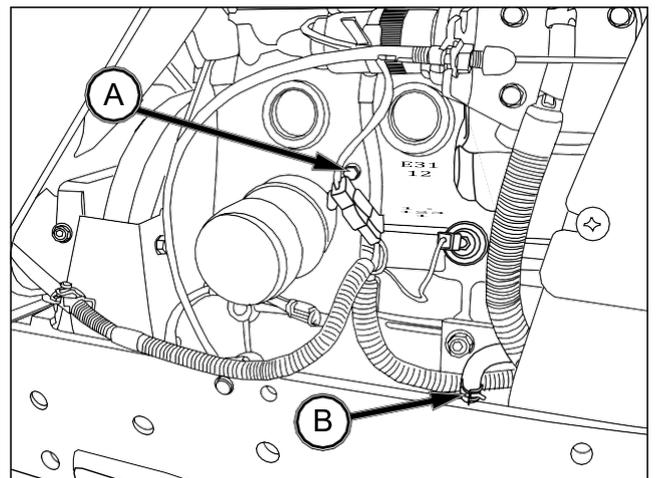

FIG. 111
FIG. 111: La válvula de vaciado (2) vacía el refrigerante del bloque de cilindros y del radiador. La válvula de vaciado está situada en el lado izquierdo del motor. El refrigerante se deberá cambiar cuando está contaminado por óxido o sedimentos. Liberar el tapón del radiador facilita el vaciado.